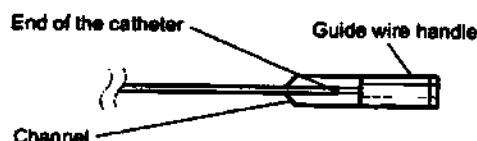

Рисунок 4. Катетер помещен в канал рукоятки проволоочного проводника.
3. Убедитесь в том, что катетер помещен в канал рукоятки проволоочного проводника (Рисунок 4).